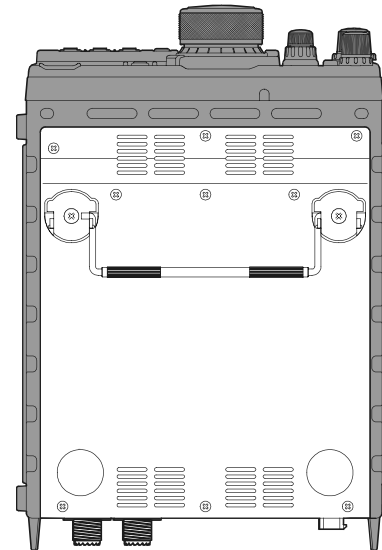

Abb. 3
3. **FP-30** von unten an den **FT-897D** ansetzen und mit den 6 zuvor entfernten Schrauben befestigen (Abb. 3).